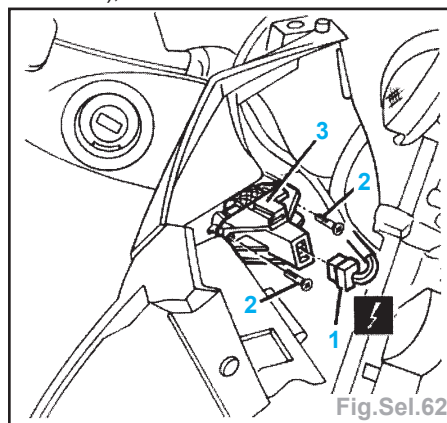

Fig.Sel.62
• l'interrupteur de commande moteur pour correcteur de l'assiette des optiques (Fig.Sel.62),